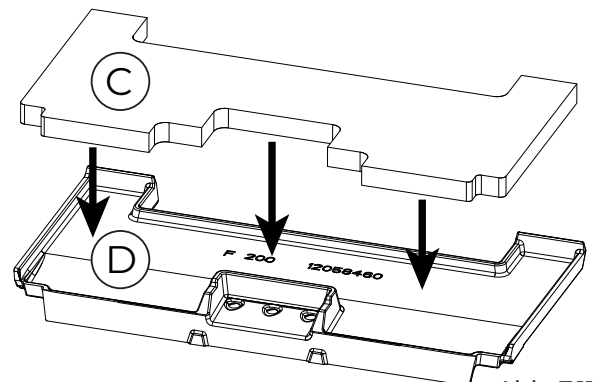

Abb. 7.11
6	Setzen Sie die Isolierplatte (C) auf die neue Hinterplatte (D) (Abb. 7.11)